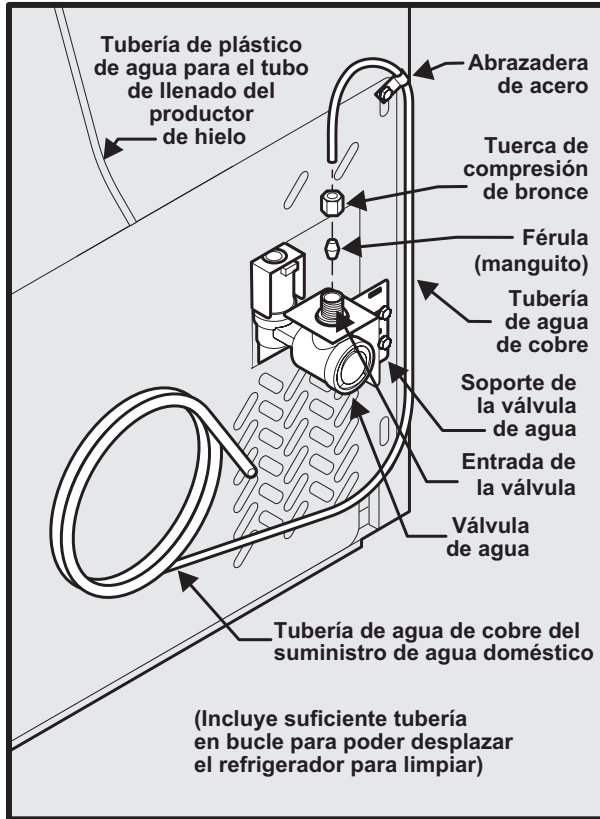

Figura 1
4. **Si usa tuberías de cobre:** deslice la tuerca de compresión de bronce y luego la férula (manguito) en la tubería de suministro de agua. Empuje la tubería de suministro de agua hacia el interior de la entrada de la válvula de agua lo más posible (¼ de pulgada/6,4 mm). Deslice la férula (manguito) en la entrada de la válvula y apriete manualmente la tuerca de compresión sobre la válvula. Ajuste otra media vuelta con una llave; NO apriete en exceso. Consulte la Figura 1.